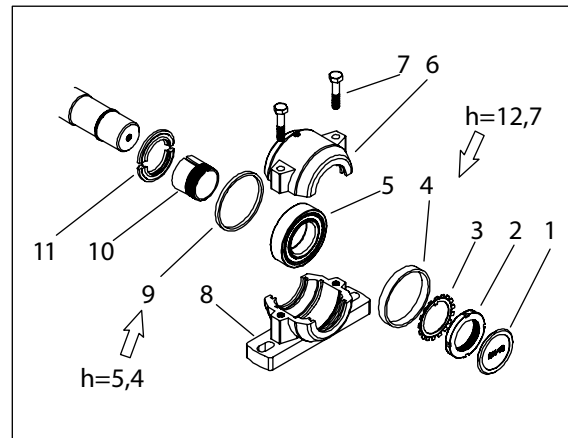

Fig. 7a. Lager på matesiden
2. Løsne festeskruene M10 (7) og det øvre lagerhuset (6).
5. Løsne låseringen (3) fra mutteren på akslingen og løsne mutteren.
6. Ta av mutteren, låseringen, avstandshylsen (4), lageret (5), avstandshylsen (9) og strammekonen (10).
7. Monter strammekonen, avstandshylsen (9) og lageret på akslingen. Merk tykkelsen på avstandshylsen (9) - se Fig. 7a.
11. Brett en klo fra låseringen (3) inn i sporet på akselmutteren.
12. Monter ytre halvpart av støvdekselet og endeplate på lagerhuset. Monter avstandshylsen (4) på akslingen.
1. Åpne det øvre lagerhuset - se tegningen som viser dette, (fig. 7a) Fjern gammelt fett så forsiktig som mulig og tilsett nytt fett. Fyll ikke lagerhuset med fett.